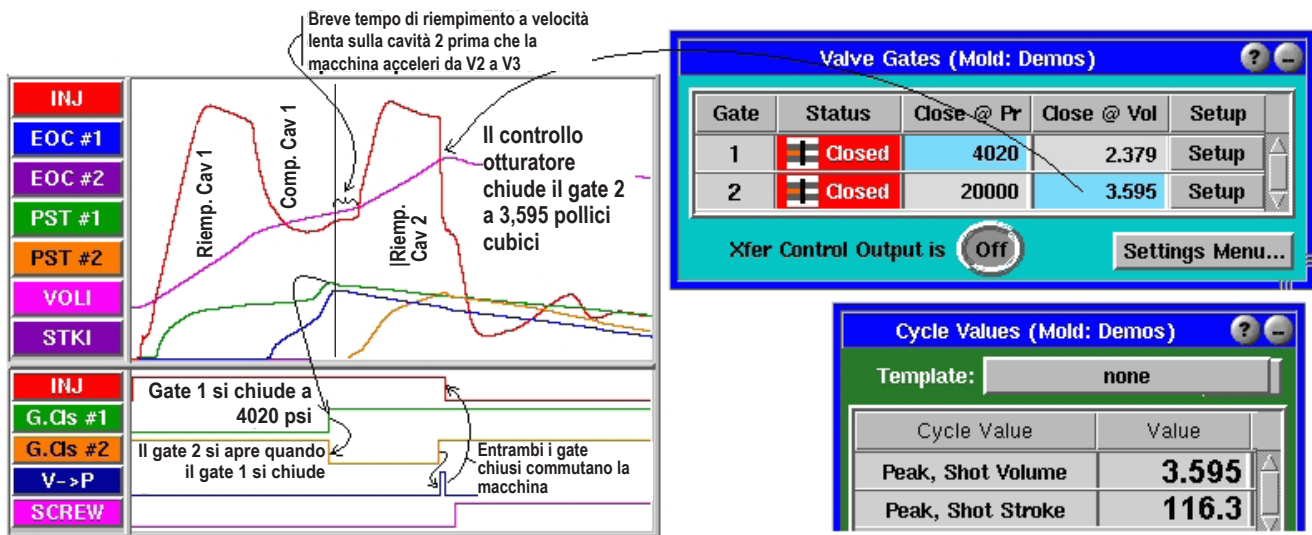

Figura 28: Short Shot Cavità 2
- * Sul Grafico Ciclo si dovrebbe vedere un grafico simile al grafico illustrato in Figura 28. Posizionare il vostro cursore nel punto in cui l'otturatore 1 si chiude. Ora osservare la curva Volume di Iniezione. La piega nel grafico dove V2 passa a V3 dovrebbe avvenire leggermente prima. Regolare la posizione di commutazione V2-V3 sulla pressa fino a che non avviene immediatamente prima che il primo otturatore si è chiuso.